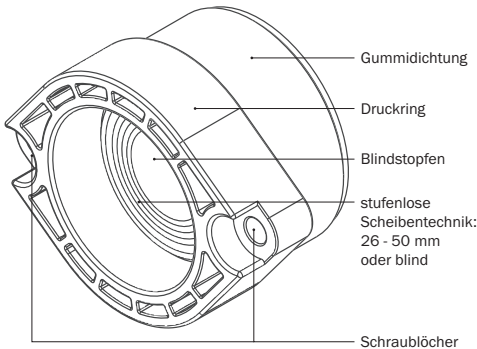

Abbildung 11.2: **KRASO® BKP - Wand - Dichteinsatz - Strom/Wasser -** Scheibentechnik
- Entfernen Sie den Blindstopfen des **KRASO® BKP - Wand - Dichteinsatz - Strom/Wasser -** und passen Sie die Gummidichtung anhand der vorgegebenen stufenlosen Scheibentechnik (26 - 50 mm oder blind) entsprechend des Rohrleitungsdurchmessers an (s. Abbildung 11.2).